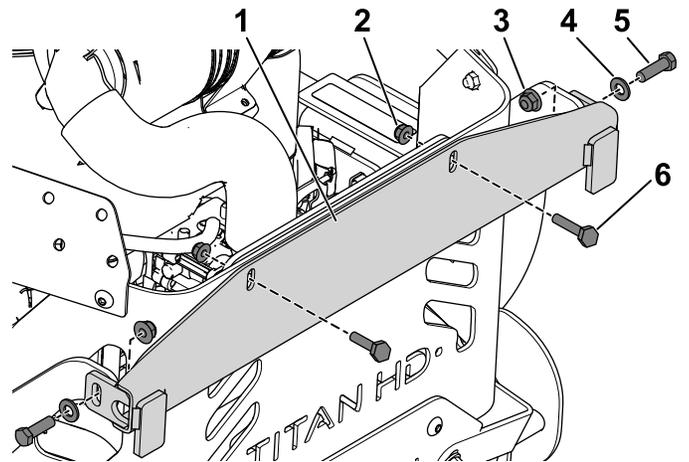

Figura 16
1. Instale sin apretar los 2 pernos (3/8" x 1¼"), las arandelas y las tuercas con arandela prensada para sujetar el travesaño al soporte (Figura 16).
2. Instale provisionalmente el perno (5/16" x 1¼") y la tuerca con arandela prensada (5/16") para sujetar el travesaño al protector trasero (Figura 16).